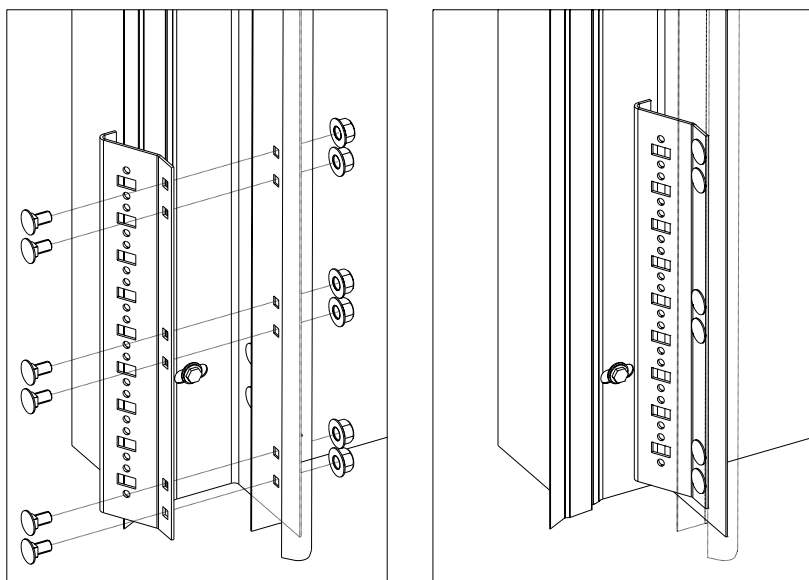

Fig. 12.8.
8) spænd fast nederst på vinkel profilen (fig. 12.8) med M6×16 rundhovedet bolte og møtrikker med krave.